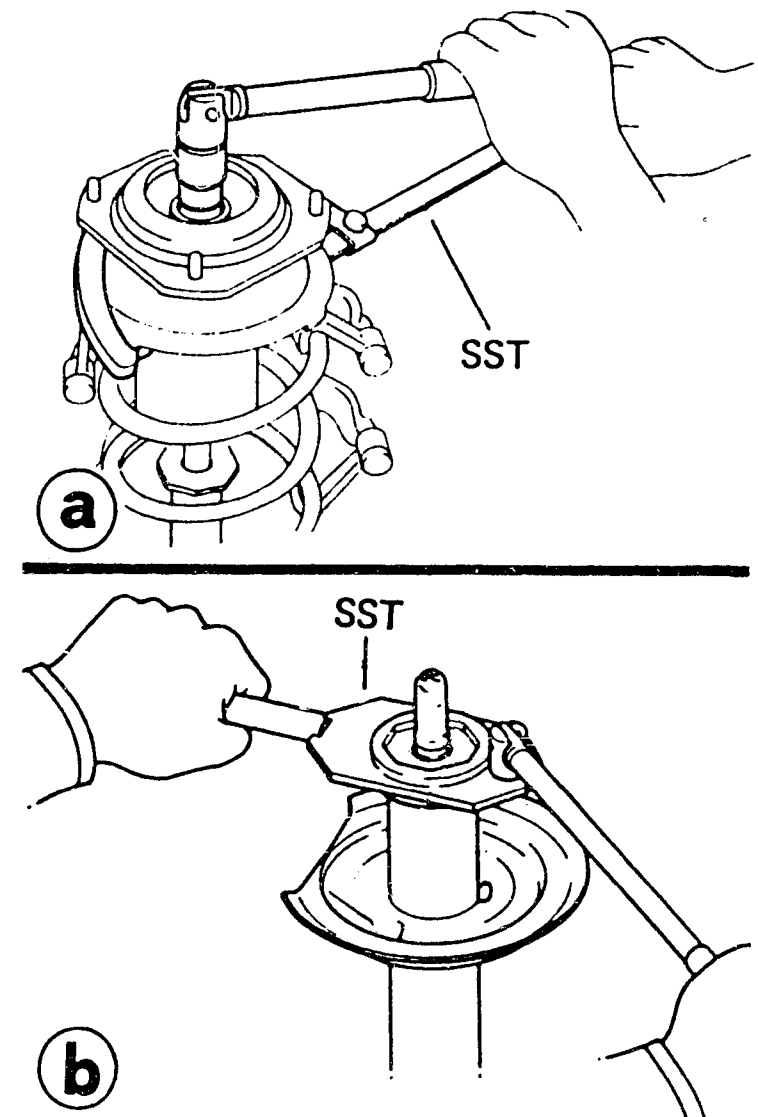

Bild 74 **Sedan, Liftback:** a) Lösen der Kolben-stangenmutter beim Zerlegen des Federbeins. – b) Lösen der oberen Stossdämpferbefestigung im Federbeinrohr.
c) Das **Federbein** lässt sich mit Hilfe ei-nes Spannwerkzeugs zerlegen. Um den Stossdämpfer aus dem Federbeinrohr auszubauen, ist das Spezialwerkzeug zu verwenden (Bild 74).